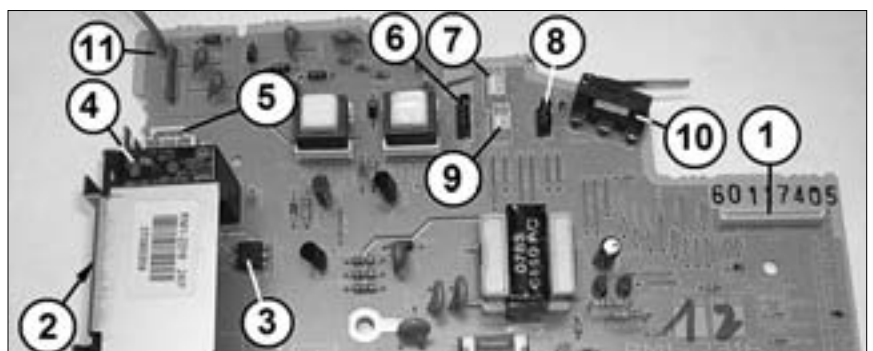

Рис. 3. Часть 2 платы Power supply PCB, вид сверху
ны разъемы для подключения датчиков регистрации и наличия картриджа J202 (6 на рис. 3), выхода бумаги J203 (8), ширины бумаги J205 (7), датчик (10) передней крышки, а также разъемы для подключения нагревательного элемента J102 (5) и датчика температуры J204 (9) узла термозакрепления. Напряжение на